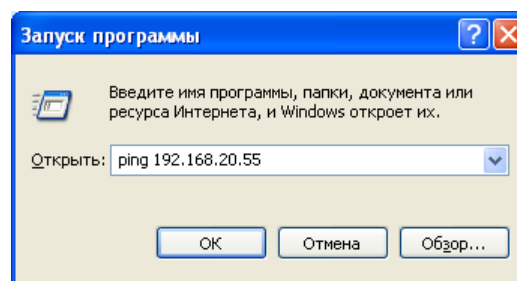
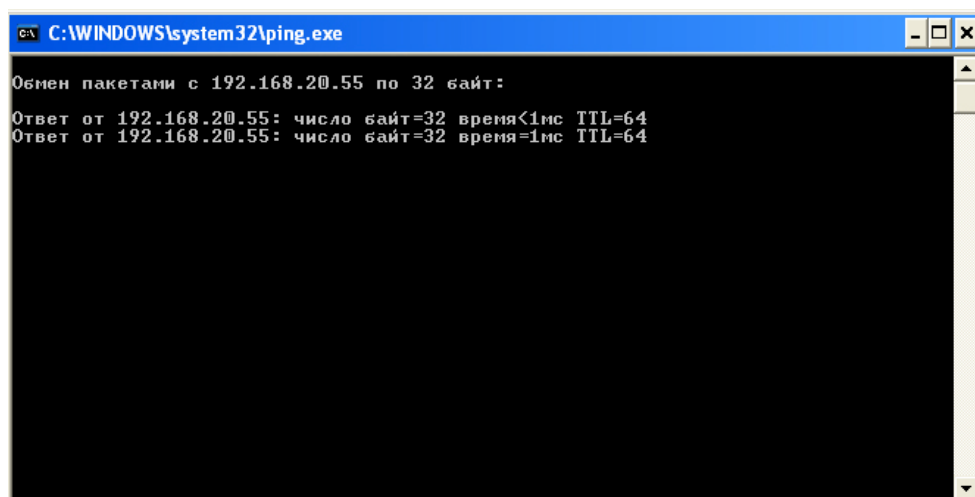

Рисунок 21
Рисунок 22
- 4) Выберите пункт меню "Пуск/Выполнить", выполните команду *ping адрес_контроллера* (например, *ping 192.168.20.55*) и убедитесь в наличии ответа на команду (см. Рисунок 21 - Рисунок 22).